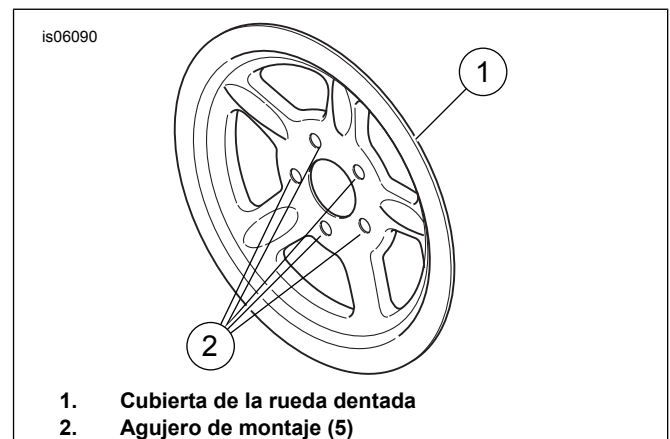

Figura 1. Cubierta cromada de la rueda dentada
3. Vea Figura 1. Extraiga los cinco tornillos de montaje de la rueda dentada.